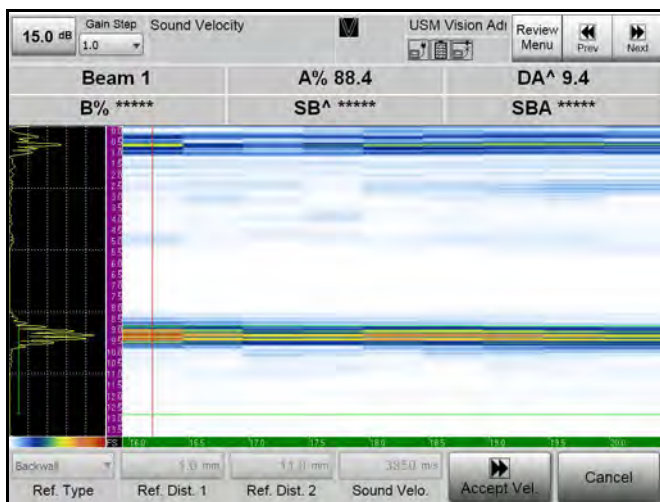

Рис. 30: Расчёт скорости звука
Прибор регистрирует TOF самого высокого эхо-сигнала огибающей кривой в пределах диапазона TOF, задаваемого от начала строба А до конца строба А, когда измеренное значение TOF действительно, и рассчитывает скорость звука по формуле (2) из соответствующего документа М. Бёрке (M. Berke) и показывает её бледным серым цветом как **Sound Velo (Скорость звука)** (см. Рис. 30 на следующей странице).